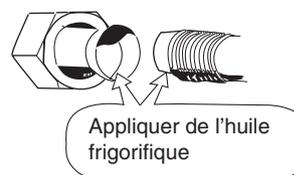

Fig. 6-4
- (1) Appliquez un bouchon ou une bande adhésive étanche pour empêcher les infiltrations de poussières ou d'eau à l'intérieur des tubes avant leur utilisation.
- (2) Appliquez de l'huile frigorifique sur les surfaces de contact avant de les connecter. Ceci est efficace pour réduire le risque de fuites de gaz. (Fig. 6-4)